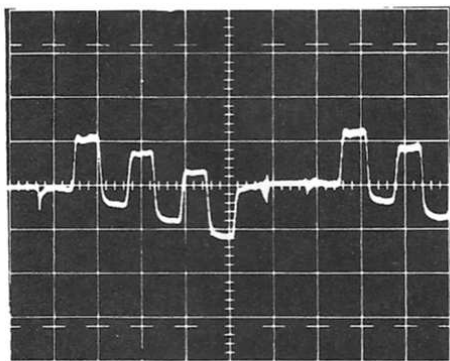

Fig 5
- Prérégler S 609 afin d'obtenir un signal B-Y comme indiqué sur la figure 5.